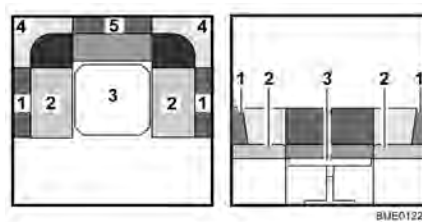

Bild 84 Under ombyggnaden
- Tag bort alla ryggdynor (Bild 84,1, 4 och 5) och lägg dem åt sidan.